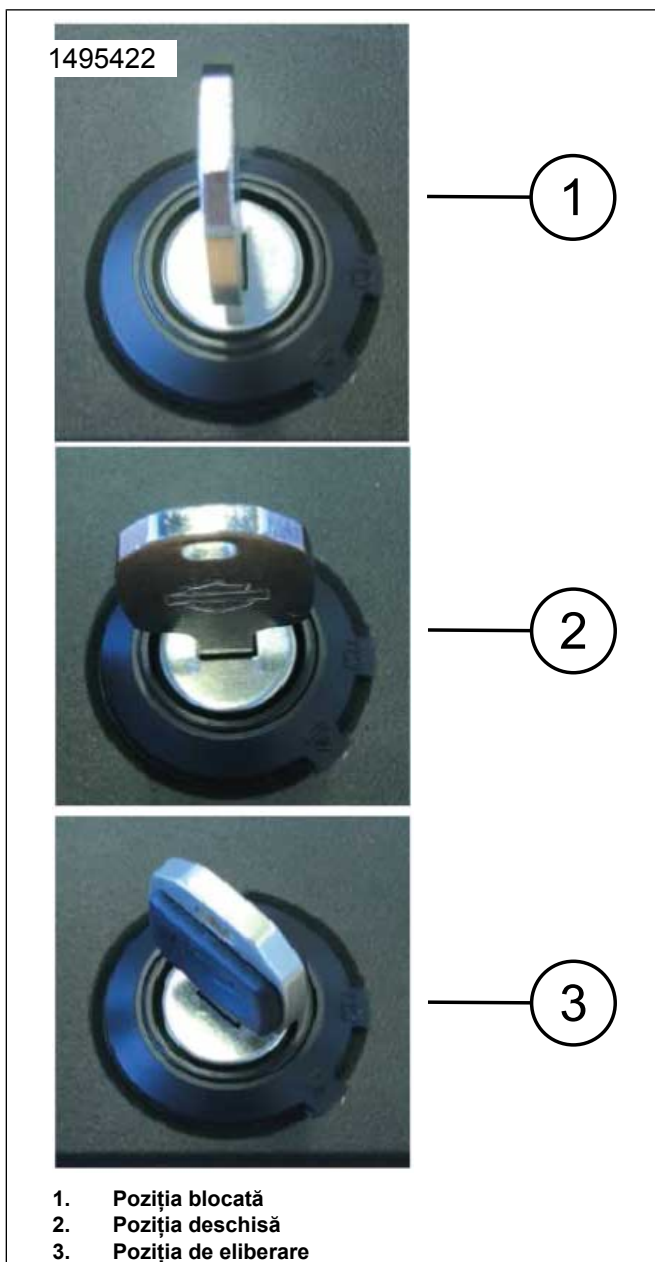

Figura 11. Poziții blocare (tipic)
8. A se vedea figura 11. Odată ce este montată încuietoarea, cheia poate fi scoasă în poziția 1 sau 2.